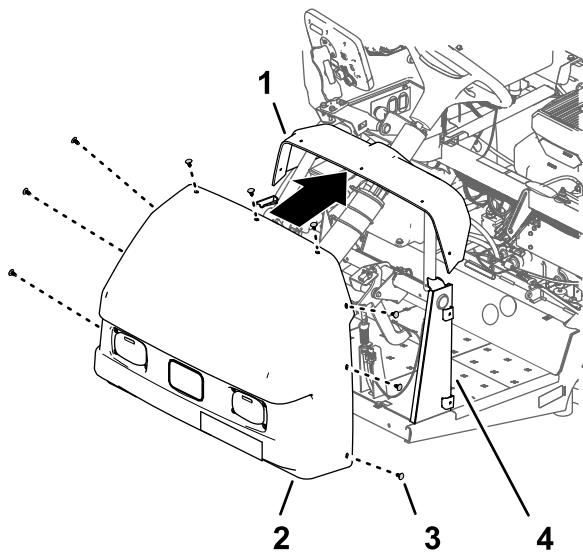

Figura 214
1. Alinee los orificios del capó con los orificios del salpicadero y del bastidor de la máquina (Figura 214).
- Sujete el capó al salpicadero y al bastidor con 9 grapas (Figura 214).